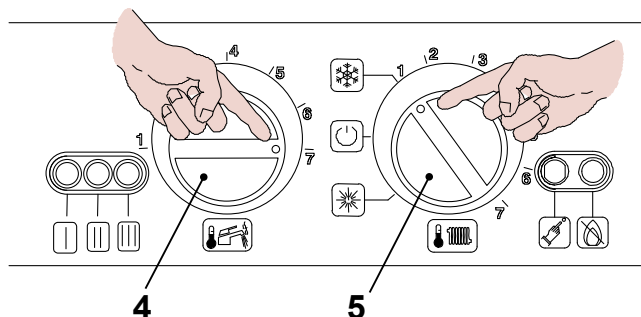

рис. 7.1
- Поверните переключатель функций 5 как на рис. 7.1
- Поверните регулятор температуры ГВ 4 в максимальное положение, как показано на рис. 7.1